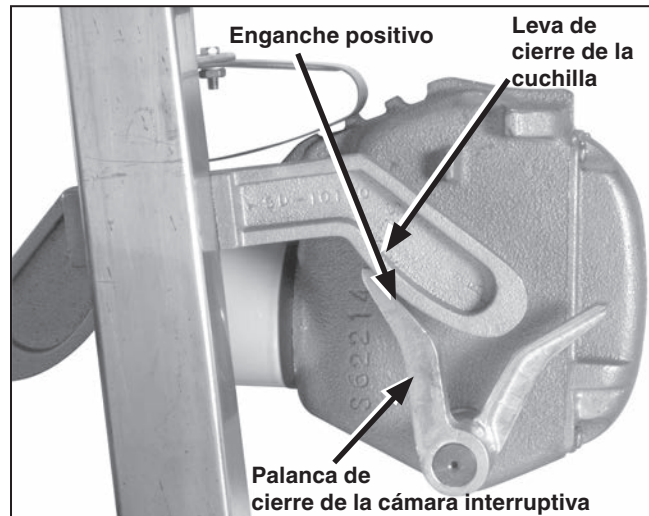

Figura 36. Ensamblaje de la cuchilla moviéndose en la dirección de cierre.
- Conforme se mueve el ensamblaje de la cuchilla en la dirección de cierre, cada leva de cierre de la cuchilla debe realizar un enganche positivo con su respectiva palanca de cierre de la cámara interruptiva. Vea la Figura 36.